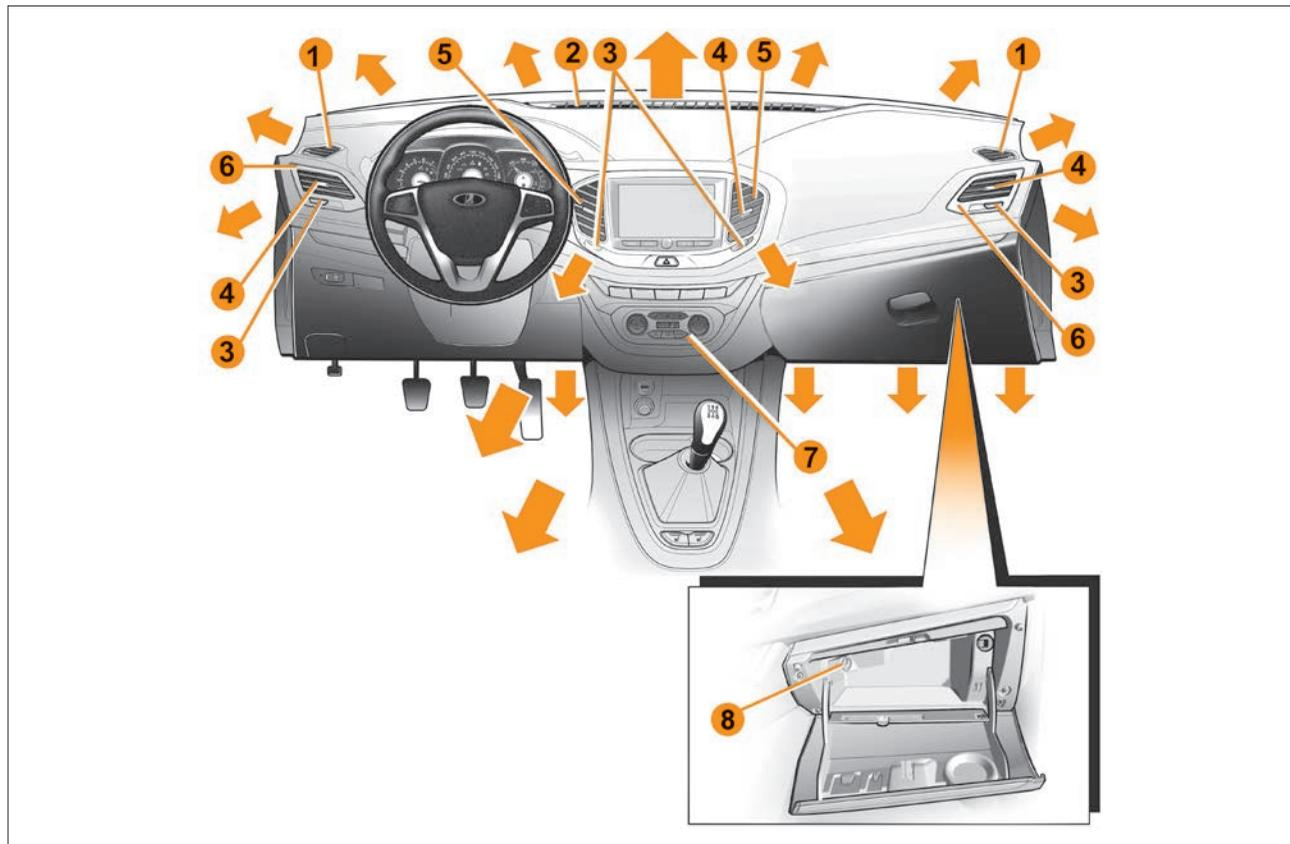

Рис. 3. Органы управления системой вентиляции и отопления салона (в варианном исполнении)
- 1** – сопла обдува (обогрева) боковых стекол (рис. 3);
- 8** – поворотная заслонка воздуховода охлаждения вещевого ящика (рис. 3). Функция охлаждения доступна в автомобилях с климатической системой «Комфорт» и «Люкс». Для охлаждения ящика необходимо установить поворотную заслонку, расположенную в дальнем верхнем углу ящика сверху, в положение «Открыто»;
В тёплое время года рекомендуется направлять воздух в регулируемые сопла **5** и **6** (см. рис. 3) на панели приборов для лучшей вентиляции салона. Установите среднюю или максимальную скорость воздушного потока для эффективного удаления избытков тепла из салона. Нажмите кнопку , установите комфортное направление потока воздуха из сопел с помощью рукоятки регулировки **4**. Установите минимальную температуру поступающего воздуха, при необходимости отрегулируйте температуру.